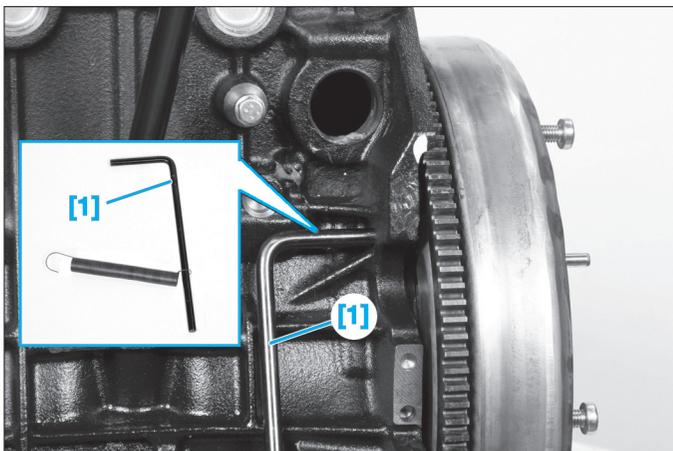

Fig. 34
- [1]. Pige de volant moteur (réf : 0188.X) (Fig.34).
Pour effectuer le réglage de position du capteur, l'arbre à cames doit être au point de calage. Pour cela, tourner le moteur par la vis de fixation de la poulie d'accessoires, jusqu'à pouvoir engager l'outil [1] (Fig.34).